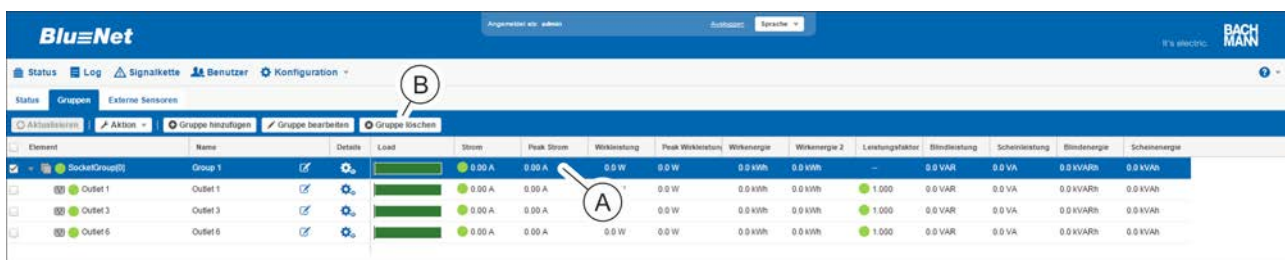

Abb. 204: Menü "Status" – Registerkarte "Gruppen"
- 3. ➤ Gewünschte Gruppe auswählen (Abb. 204/Ⓐ).
- 4. ➤ Schaltfläche „Gruppe löschen“ anklicken, um eine Steckdo-sengruppe zu löschen (Abb. 204/ⓐ).